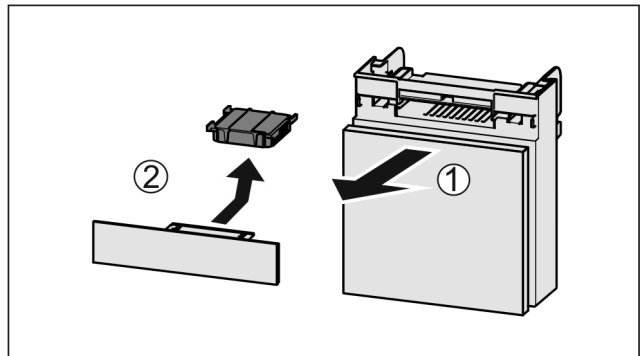

Fig. 115
- ▶ Wyciągnąć Fig. 115 (1) komorę do przodu.
- ▶ Wyjąć Fig. 115 (2) filtr z węglem aktywowanym.